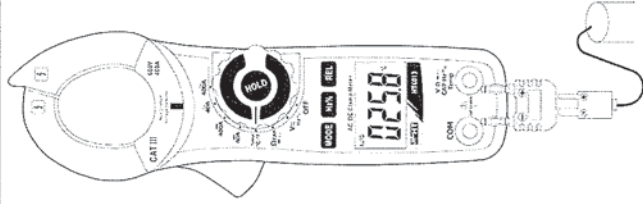

Fig. 8 : Utilisation de la pince pour mesure de température
3. Insérer la sonde à fil de type K de dotation dans les bornes d'entrée **VΩ→→)CAPHz%Temp** et **COM** par l'adaptateur correspondant, en respectant la polarité montrée en Fig. 8. La valeur de température apparaît à l'écran.